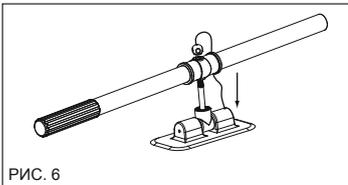

РИС. 6
2. Вставьте весла в уключины и закрепите по месту. (Рис. 6 & 7)